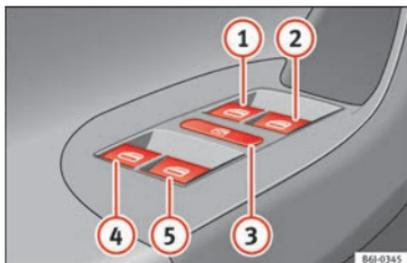

Fig. 124 Détail de la porte du conducteur : commandes pour les glaces avant et arrière (véhicules 5 portes avec lève-glaces électriques avant et arrière).
Les touches » fig. 124 ①, ②, ④ et ⑤ disposent de deux positions pour l'ouverture des glaces et de deux autres pour leur fermeture. Il est ainsi plus simple de contrôler le processus d'ouverture et de fermeture.